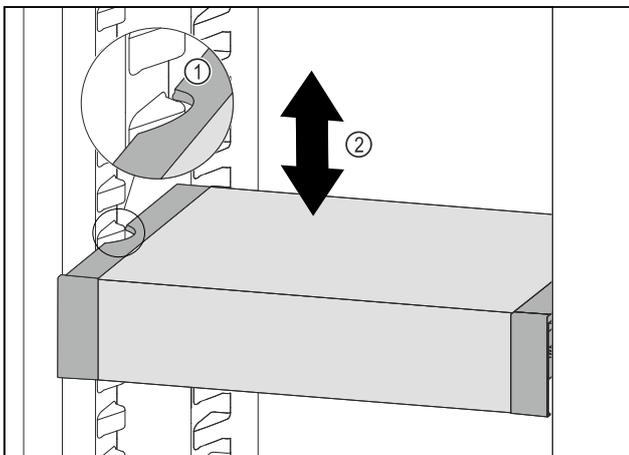

Fig. 88
- ▶ VarioSafe nach vorne ziehen, bis sich die seitlichen Aussparungen des VarioSafes auf Höhe der Behälterrippe im Kühlteil befinden. *Fig. 88 (1)*
- ▶ VarioSafe im Kühlteil nach oben oder unten bewegen, bis gewünschte Höhe erreicht ist. *Fig. 88 (2)*